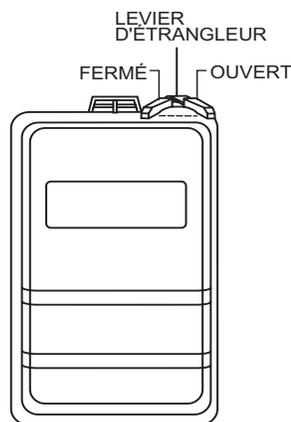

Figure 12. Levier d'étrangleur
2. Placer le levier d'étrangleur (Figure 12) en position « **FERMÉ** » pour démarrer un moteur froid.
3. Placer le levier d'étrangleur (Figure 12) en position **OUVERT** pour démarrer un moteur chaud ou quand il fait chaud.
6. Si le moteur a démarré, ramener lentement le levier d'étrangleur (Figure 12) en position **OUVERT**. Si le moteur n'a pas démarré, répéter les étapes 1 à 6.